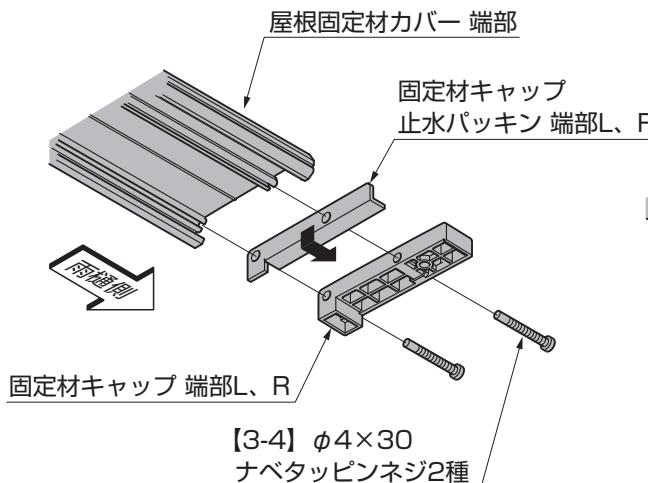

図9-10 端部
- ①固定材キャップ止水パッキン 端部L、R、固定材キャップ 端部L、Rを屋根固定材カバー 端部の雨槽側に【3-4】で取付けてください。(図9-10参照)